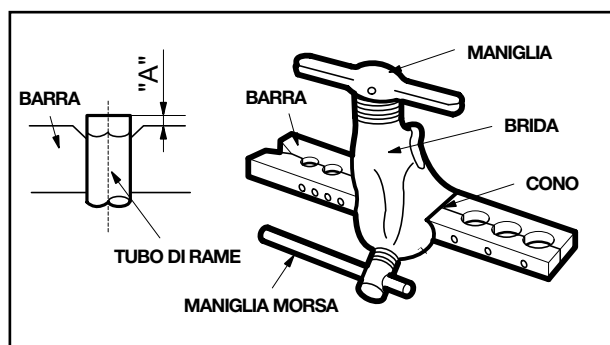

fig.15
4. Eseguire le "cartelle" (fig. 15): montare e bloccare il tubo in rame nell'attrezzatura martellatrice, riferendosi nella scelta del diametro ai valori riassunti nella tabella sottostante: